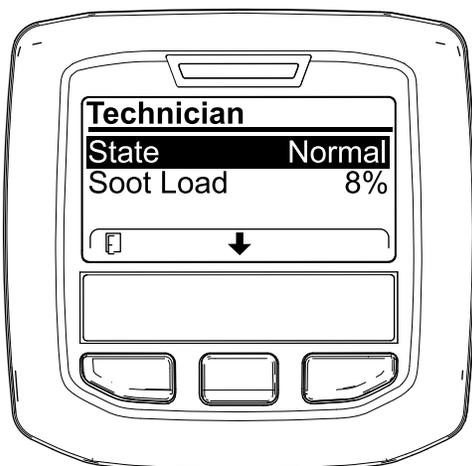

Figura 56
- Utilice la tabla de funcionamiento del DPF para consultar el estado actual del DPF (Figura 56).